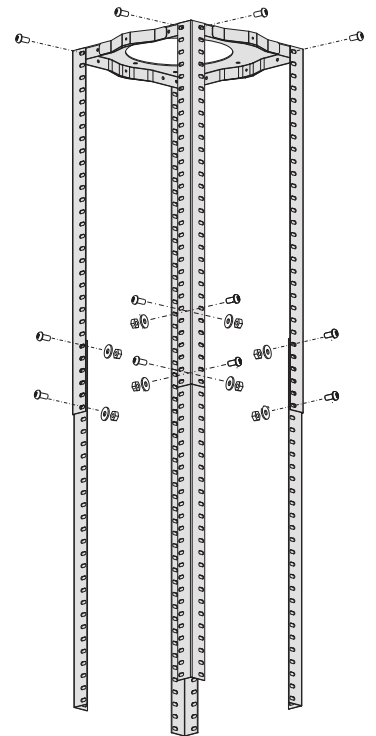

Figure 2
- Attachez les 2 sections du coin de fer ensemble pour chaque coin en utilisant les 16 vis M4 × 10 mm, les rondelles et les écrous. Voir Figure 2.
- Utilisez des 8 vis de fixation M4 × 10mm pour attacher le coin de fer dans le panneau de suspension. Voir Figure 2.